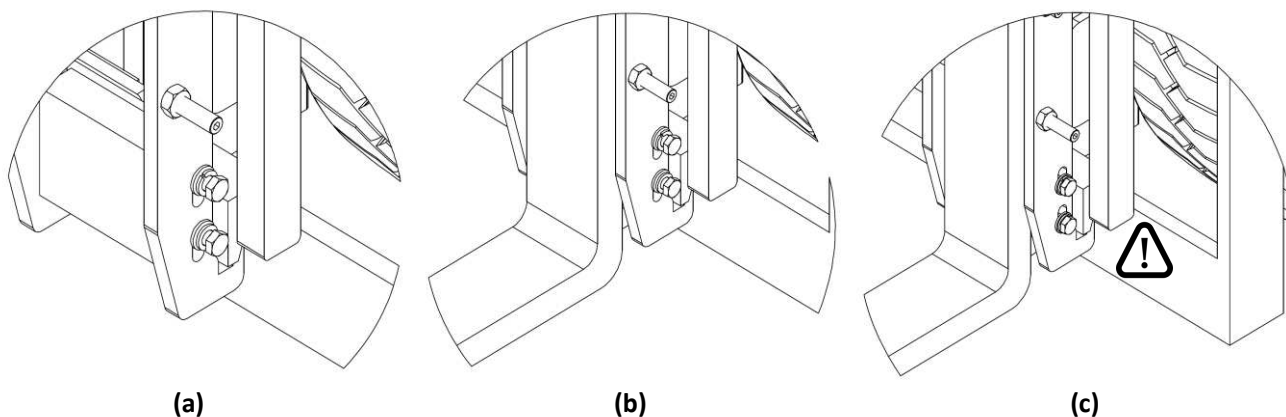

Figura 14
1. Afloje los tornillos laterales del gancho inferior de las horquillas para que se pueda mover al extremo superior de la ranura correspondiente. Manténgalo en esta posición hasta que se aplique la horquilla (mira *Figura 14, a*).
2. Posicionar la horquilla (mira *Figura 14, b*).
3. Regrese el gancho a su posición original y apriete los tornillos que lo sostienen (mira *Figura 14, c*).